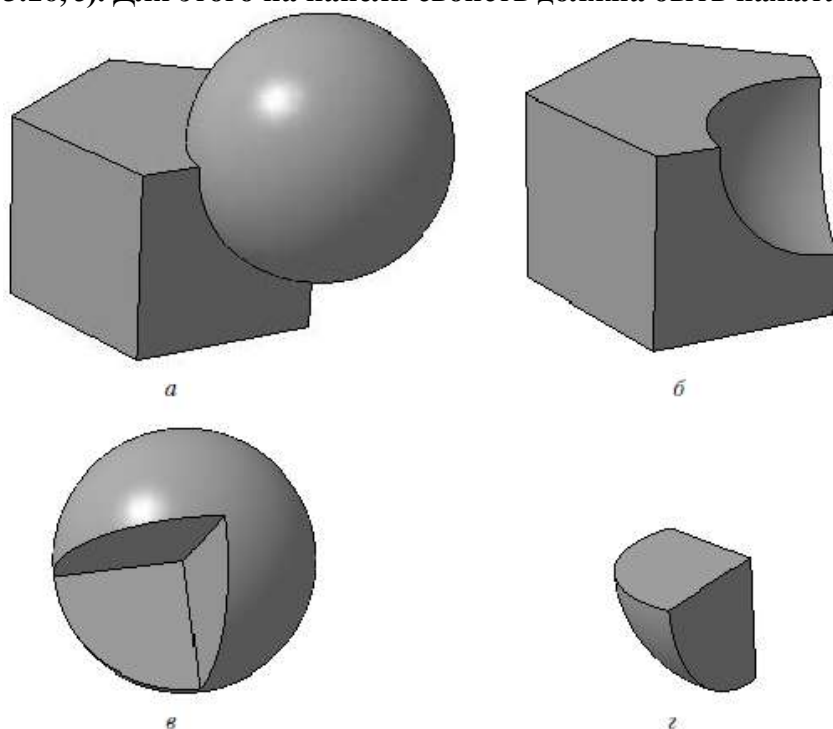
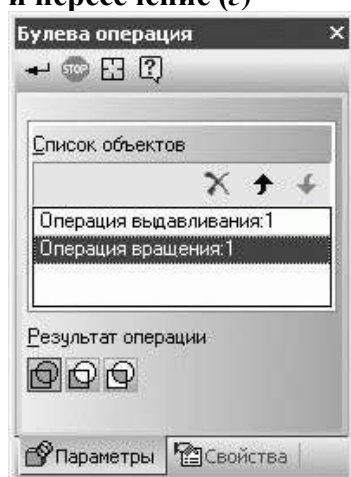

Рис. 3.16. Результат выполнения булевой операции: объединение (*а*), вычитание (*б, в*) и пересечение (*г*)
Рис. 3.17. Изменение порядка выбранных тел в списке объектов булевой операции
- тело, полученное объединением призмы и шара (рис. 3.16, а). Для этого на панели свойств в группе кнопок Результат операции нужно нажать кнопку Объединение
- тело, сформированное в результате вычитания шара из призмы, то есть вычитанием второго тела из первого (рис. 3.16, б). Для этого на панели свойств должна быть нажата кнопка Вычитание
- тело, полученное вычитанием призмы из шара (рис. 3.16, в). Поскольку вычитается всегда второе тело, вам необходимо изменить порядок указания тел. Этого можно добиться двумя способами. Первый – снять выделение с обоих тел, щелкнув на свободном пространстве модели, а затем заново указать тела для булевой операции, сначала щелкнув на шаре, а потом на призме. Второй и более правильный метод – изменить порядок тел в списке Список объектов на панели свойств (в этом списке каждое тело обозначается названием последней выполненной над ним формообразующей операции). Чтобы изменить порядок, выделите одно из тел и переместите его в списке, используя кнопки со стрелками, размещенные в верхней части списка (рис. 3.17);
• тело, сформированное в результате пересечения двух указанных тел (рис. 3.16, *г*). Для этого на панели свойств должна быть нажата кнопка Пересечение